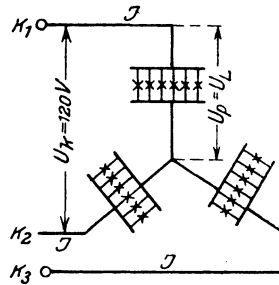

Abb. 186. Lampen in Sternschaltung zu Aufgabe 266.
- die Spannung der Lampen bei Sternschaltung, dargestellt durch Abb. 186.